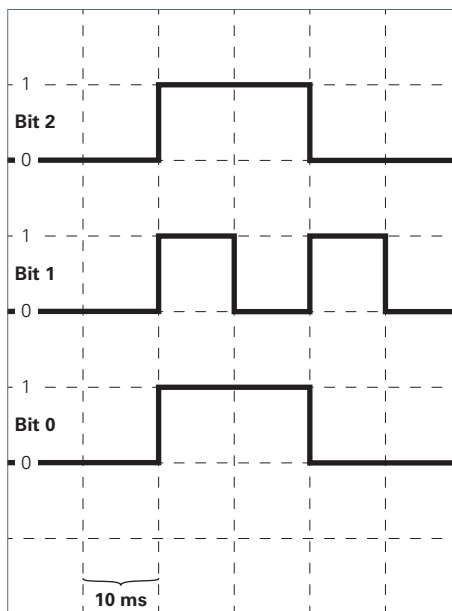

Fig. 7: Sequenza di bit per disattivare il modo operativo "Modalità Combi BIANCO+RGB".
- Inviare la sequenza di bit per la disattivazione al cavo di collegamento con gli apparecchi bianchi e l'apparecchio RGB, vedi Fig. 7.